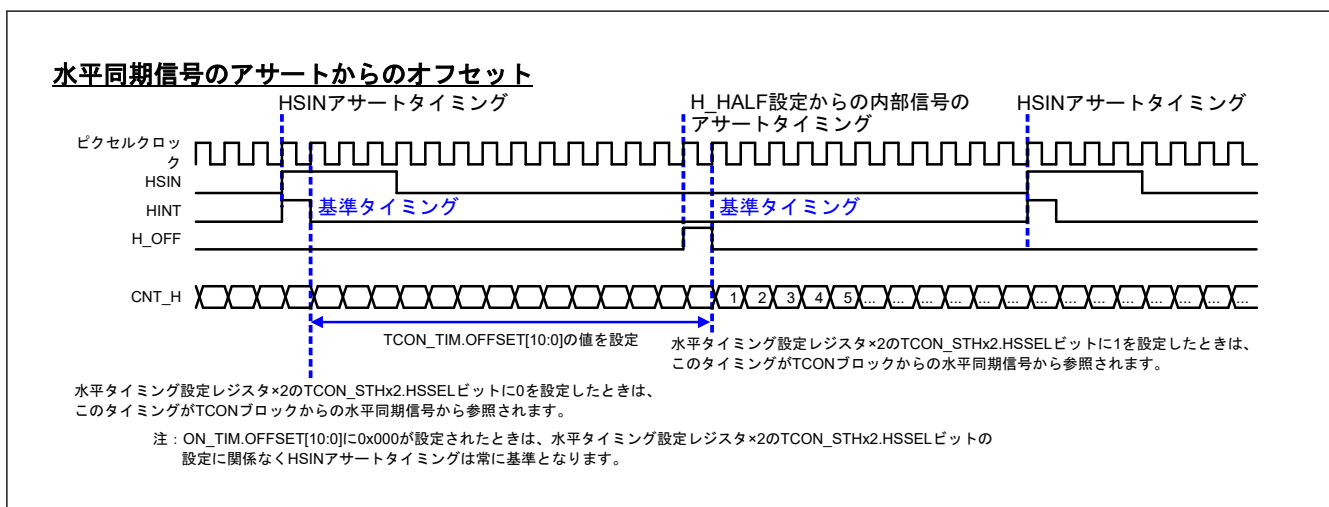

図 49.15 TCON 内水平同期信号生成用参照タイミング
OFFSET[10:0]ビットは、TCON 内で水平同期信号が生成されたときに使用される参照タイミングを指定します。内部水平同期信号 (HS) のアサートからのオフセット (ピクセル単位)。TCON 内の水平同期信号生成参照タイミングを図 49.15 に示します。